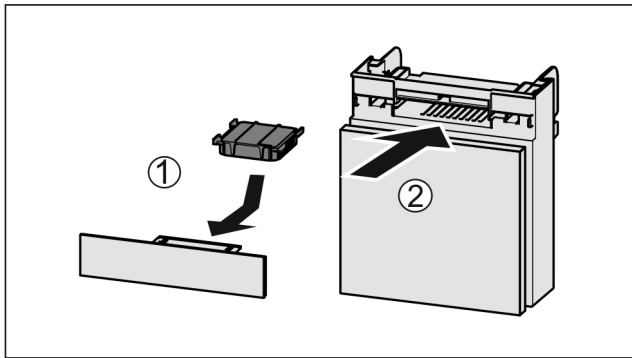

Fig. 148
- ▶ Inserire il vano Fig. 148 (2).